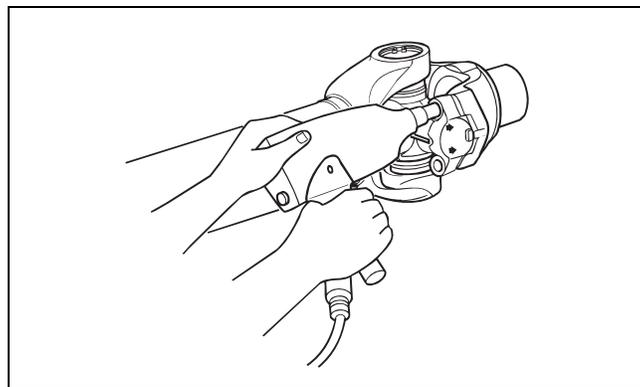

Figura 1
4. Use una llave de doce puntos para aflojar los cuatro pernos que están en el extremo de la transmisión que se va a reparar. Figura 1.